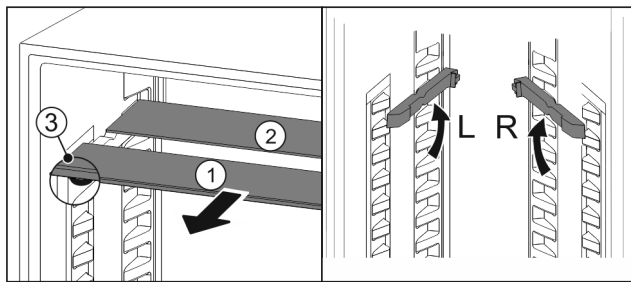

Fig. 76
- ▶ По одной извлеките Fig. 76 (1) стеклянные панели движением вперед.
- ▷ Стеклянная панель Fig. 76 (1) с декоративной планкой лежит спереди.
- ▷ Стопоры Fig. 76 (3) показывают вниз.